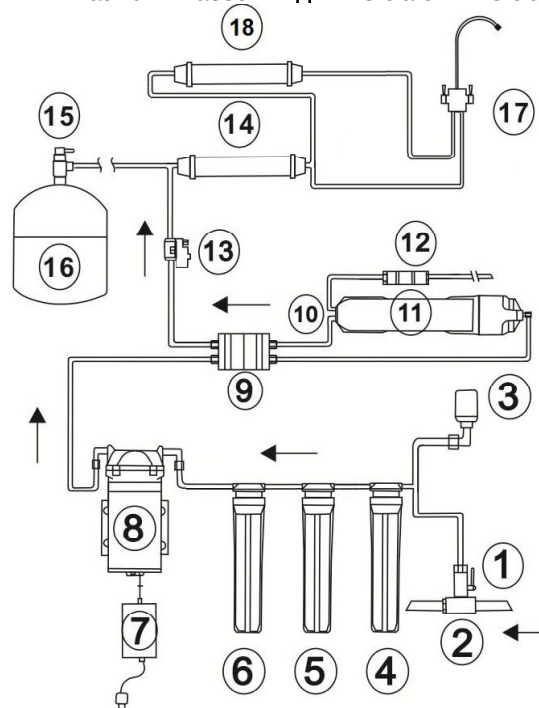

Рисунок 1.2
6.1.13 Согласно схеме на рис. 1.2 или 1.3 вставьте трубки 10 до упора в соответствующие резьбовые входы крана 6 и тщательно затяните гайки 9, для того чтобы соединение было герметичным.